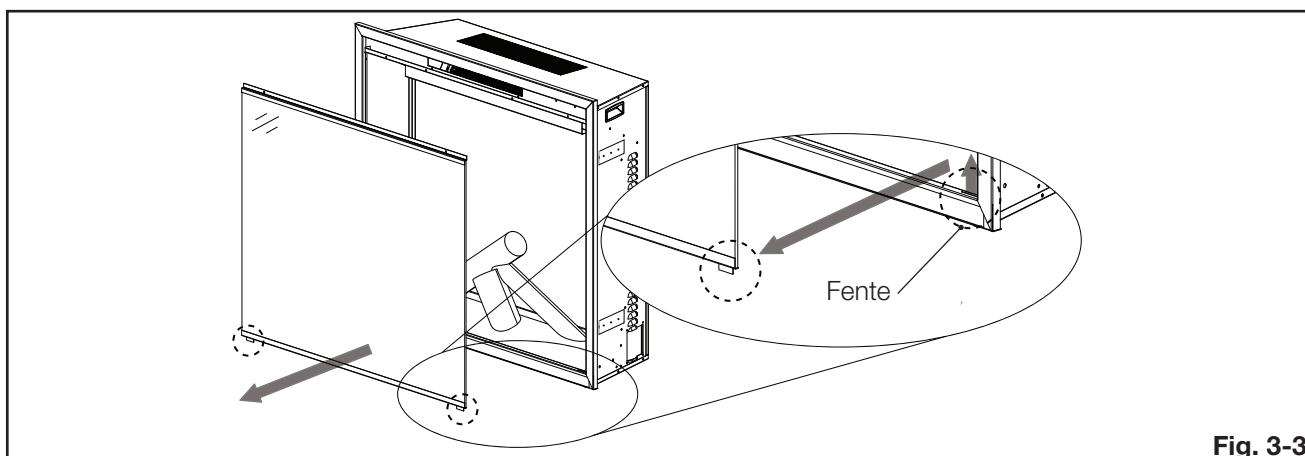

Fig. 3-3
3. Soigneusement soulevez la porte vitrée des 2 fentes dans le bas de la chambre de combustion (**Fig. 3-3**). Mettez la porte vitrée sur une surface douce et non-abrasive.